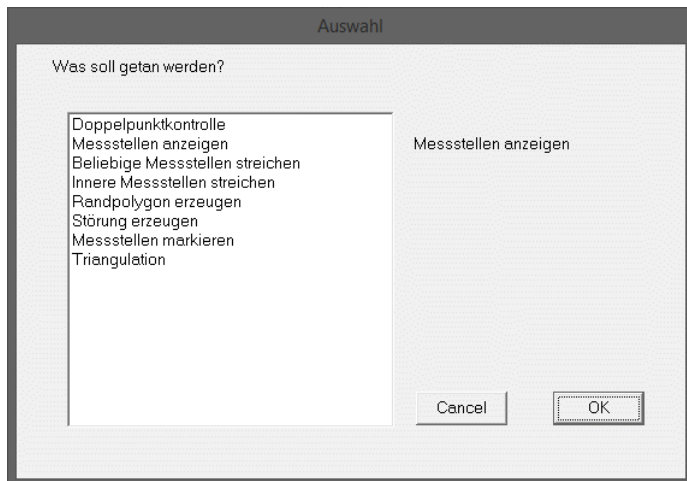
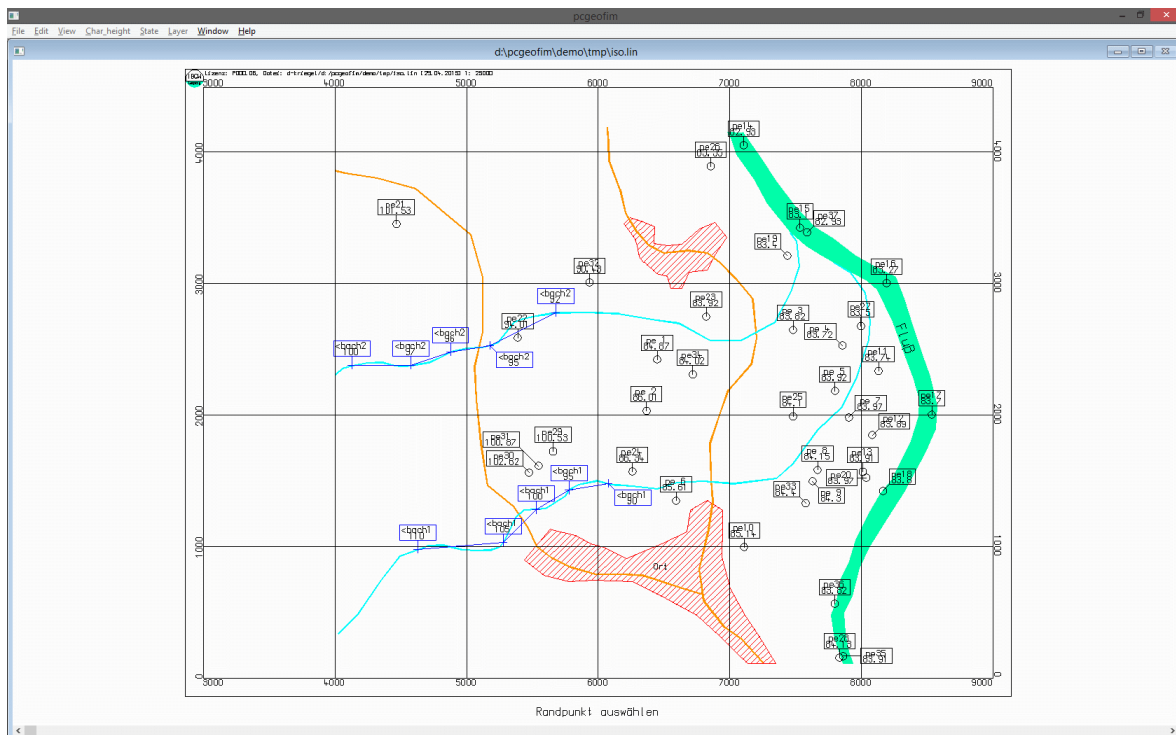

Abbildung 4-1: Isohypse-Arbeitsmenü nach dem Lesen einer dBASE-Datei
Abbildung 5-1: Erzeugung einer Randkontur (die Grafik enthält auch Gewässerpegel)
Beim Aufruf von Isohypse werden die in home\database gespeicherten dBASE-Dateien angezeigt. Das zugehörige Menü wurde schon Abbildung 2-3 gezeigt. Auch das nachfolgende Menü (Abbildung 4-1) wurde schon vorgestellt. Es soll jedoch nun detailliert erläutert werden. Wenn eine Datei ausgewählt wird, für die noch keine Triangulation durchgeführt wurde, kann nur zwischen einer Kontrolle der Eingabedaten (Menüpunkte 1 und 4), der Erzeugung einer Rand- oder Störungskontur und der Durchführung einer Triangulation gewählt werden.
**Erzeugung Randkontur im Dialog:** Am häufigsten werden Randkonturen im Dialog erzeugt. Vom Arbeitsmenü (siehe Abbildung 4-1) gelangt man durch Mausklick auf **Randpolygon erzeugen** zum Dialog. Alle Messstellen werden auf dem Bildschirm (eventuell mit Topographie) dargestellt. Auch schon eingegebene Randkonturen werden gezeigt. Für das Beispiel "isodemo" zeigt die Abbildung 5-1 die Ausgangssituation.
Bevor die Triangulation durchgeführt wird, können noch Störungen eingegeben werden (siehe Abbildung 4-1). Die Auswirkung der Vorgabe von Störungen ist im Abschnitt 13 im Zusammenhang mit der Isolinienkonstruktion detailliert beschrieben.